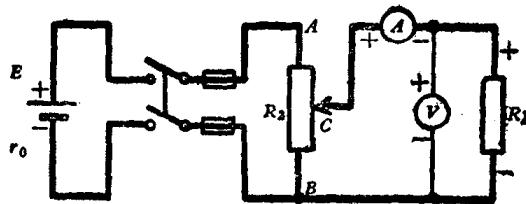

图 2-2
- 联接線路如图2-2。将分压器电阻触点  $C$  放在输出电压等于零的位置 ( $B$  点处), 并請教師檢查。
1. 电阻元件中电流与其两端电压的关系（图 2-2 线路）：